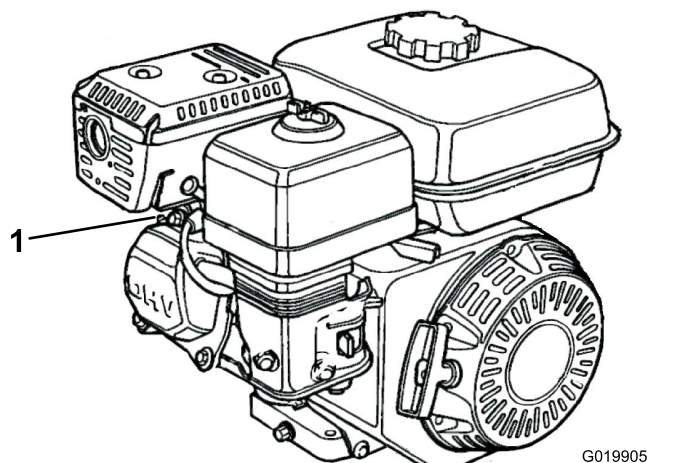

図 31
2. 点火プラグについている点火ケーブルを取り外す 図 31。